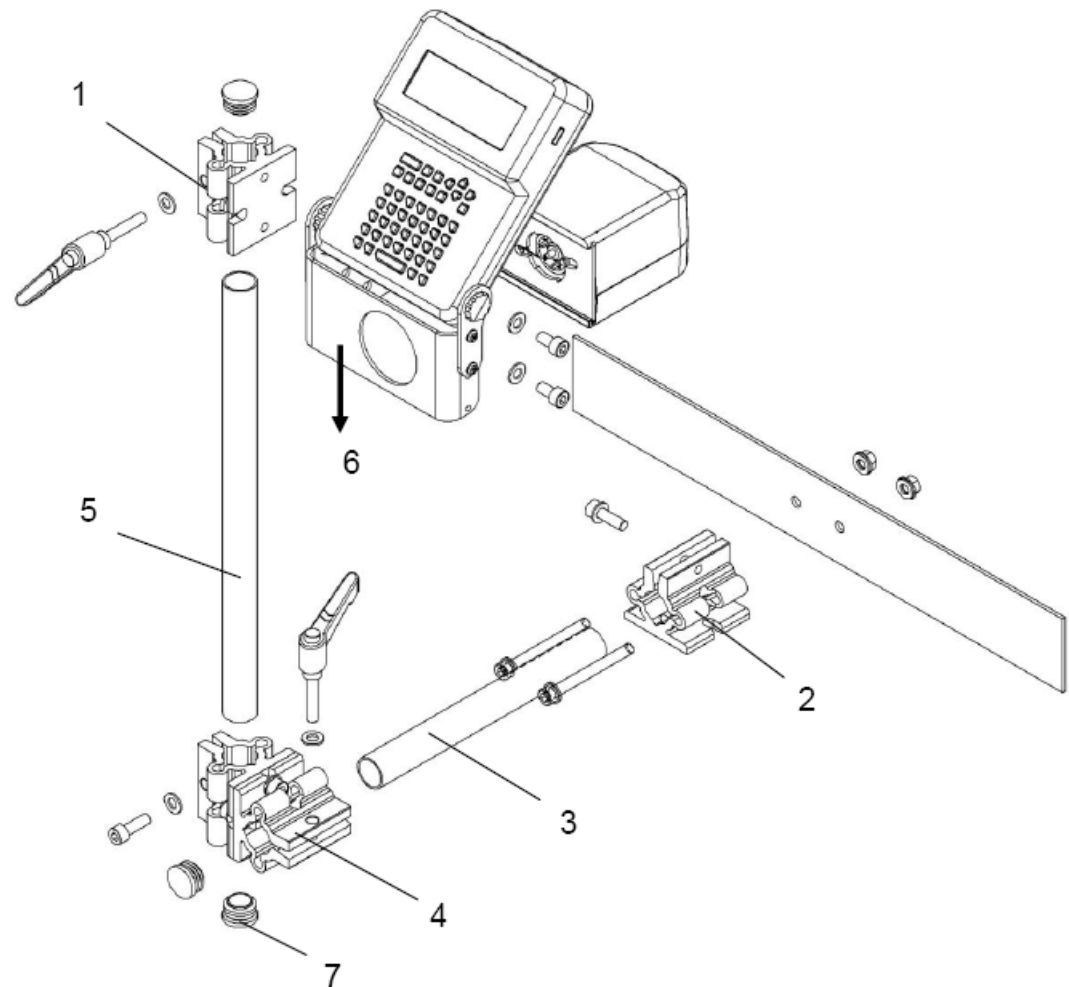

Figura 3-3: Instalación de la impresora
**Nota:** Si desea consultar una representación gráfica de la instalación, consulte la Figura 3-3 en la página 3-3.